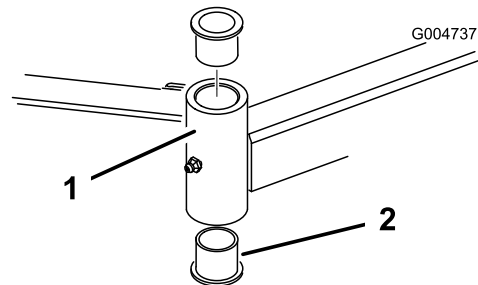

Bild 22
4. Stecken Sie einen Dorn oben oder unten in das Befestigungsrohr und treiben die Büchsen heraus (Bild 22).